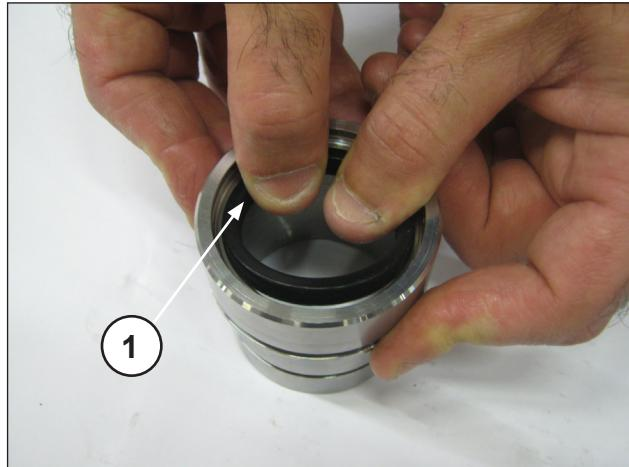
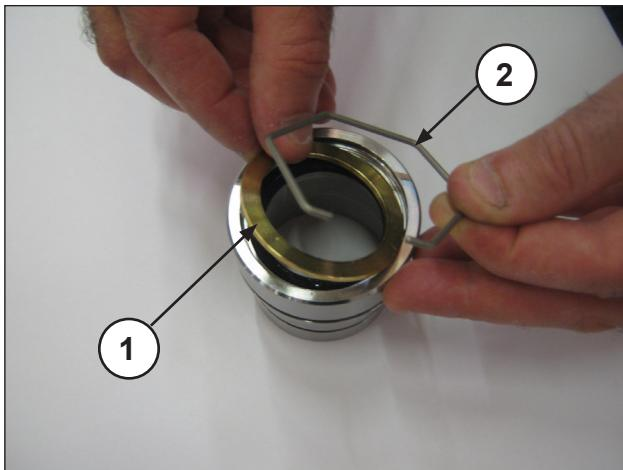
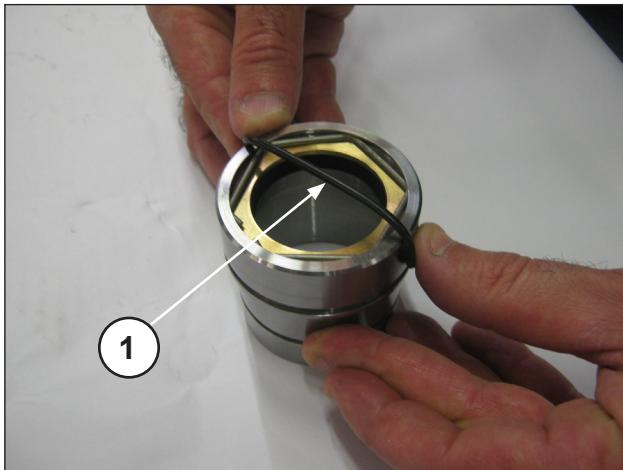

Fig. 29
Fig. 30
Fig. 31
Inserire la guarnizione di bassa pressione nel supporto baderne (pos. ①, Fig. 29) facendo attenzione al senso di montaggio che prevede il labbro di tenuta in avanti (verso la testata). Inserire quindi l'anello per tenuta, l'anello di fermo (pos. ①②, Fig. 30) e l'O-ring (pos. ①, Fig. 31).